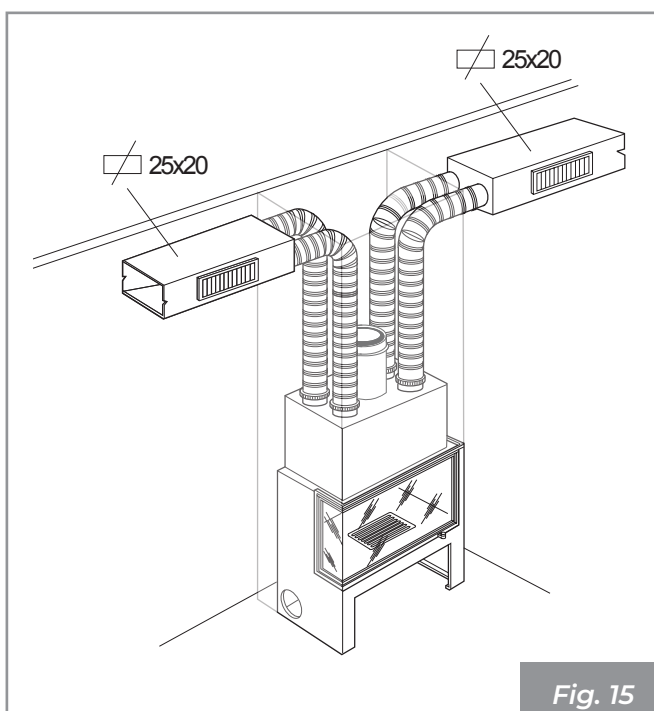

Fig. 15
- Tuyau lisse métallique - longueur jusqu'à 14 m sur une double conduite (**Fig. 15**).